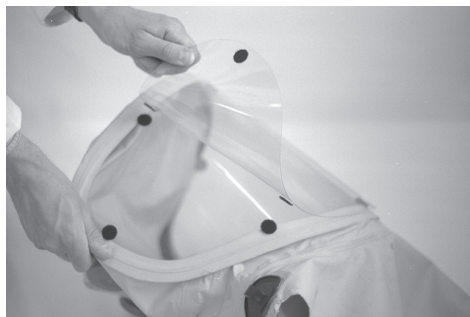

Fig. 8
5. Avvolgere la visiera rimovibile attorno a ciascun lato della visiera rigida allineando tutti i dischi di fissaggio e premere saldamente insieme (Fig. 8).